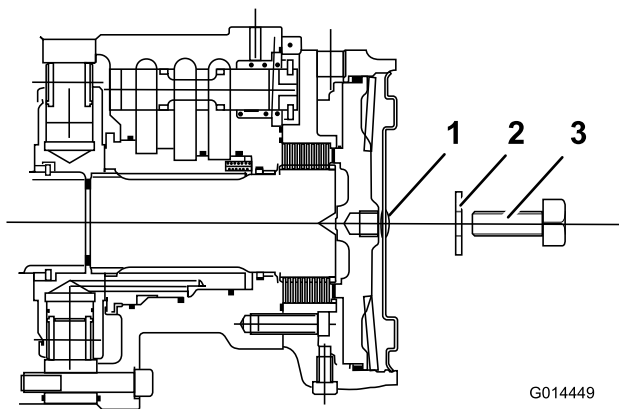

Figure 46
6. Identifiez le frein à disque du moteur de roue avant gauche et répétez la procédure précédente (Figure 46).